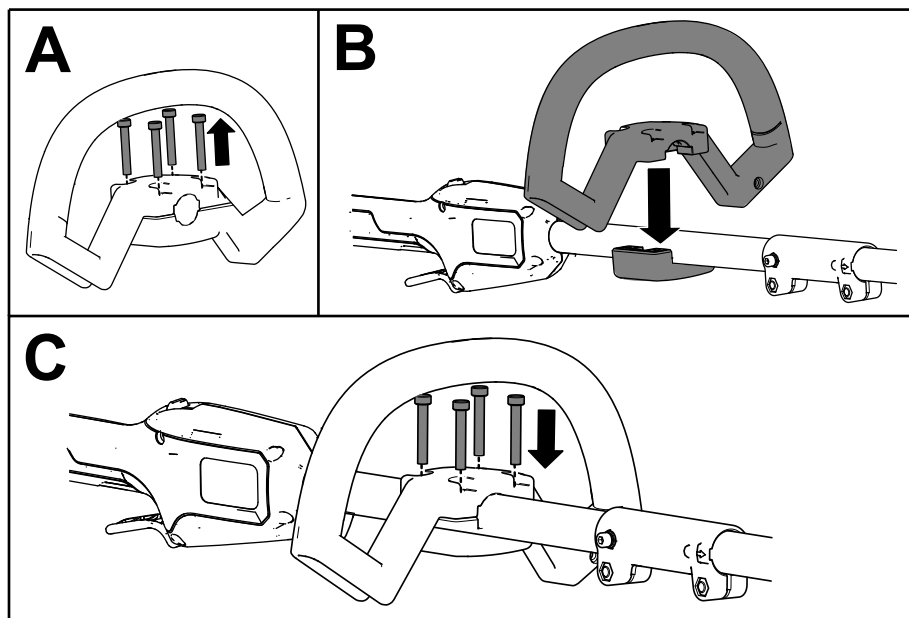

Bild 4
1. Trennen Sie den Hilfsgriff von der Griffplatte ab, indem Sie die 4 Zylinderschrauben mit dem mitgelieferten Innensechskantschlüssel entfernen (A in Bild 4).
2. Richten Sie den Hilfsgriff mit der Hilfsgriffplatte auf dem Freischneiderstiel aus (B in Bild 4).
3. Befestigen Sie den Hilfsgriff mit den 4 Zylinderschrauben, die Sie vorher entfernt haben, an der Griffplatte (C in Bild 4).